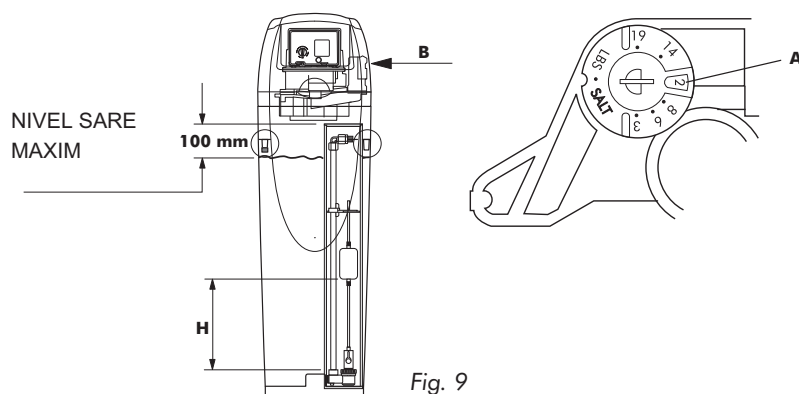

Fig. 9
- 1 Umpleti containerul cu sare pana la 100 mm de marginea tubului dizolvator (vezi fig.9)
- 9 Controlati regulatorul de saramura (vezi fig. 9): in fereastra (A) trebuie sa aveti numarul din tabelul de mai jos , corespunzator modelului statiei D-vs.